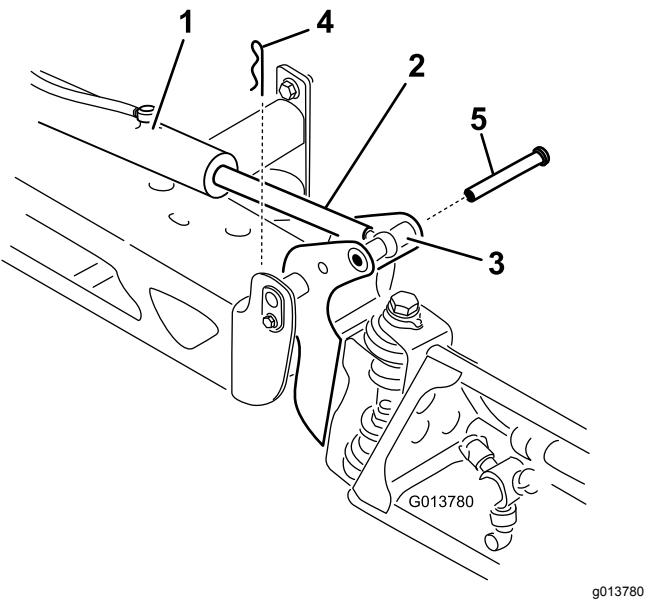

图 103
2. 从枢轴销图 103 上拆下开口销。
3. 向上提起喷洒臂拆下柱销 图 103 然后将喷洒臂慢慢放到地面上。
9. 支撑住喷洒臂将柱销插入喷洒臂枢轴和提升器杆 图 103。